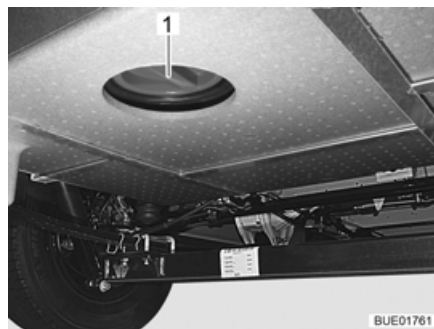

Fig. 211 Apertura per la pulizia sul serbatoio delle acque grigie
- A questo scopo aprire l'apertura per la pulizia (Fig. 211,1) per il serbatoio delle acque grigie e il rubinetto di scarico.